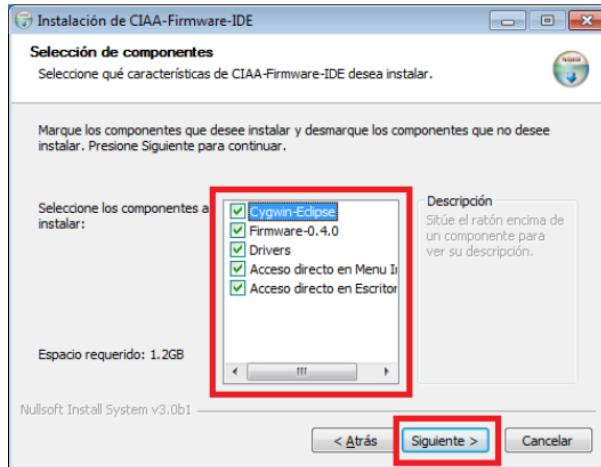

Figura 8: Selección de componentes del instalador
- Luego se presenta una ventana como la de la Figura 8, sobre ella deben elegirse cuáles componentes se desean instalar. En el caso que el usuario no cuente con la placa, no es necesario instalar los drivers. En el momento de contar con ella, los drivers se instalan junto con el IDE, los mismos quedarán en la carpeta de destino para su instalación en forma